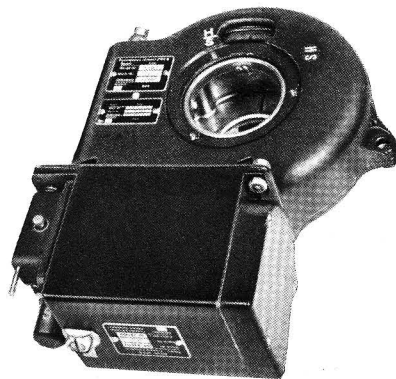

Abb. 15 Rahmendrehlagerung PRD 6 mit APR 6
37. Die **Rahmendrehlagerung PRD 6** (vgl. Abb. 15) ist durch vier Schrauben mit dem Peilrahmenoberteil verbunden. Sie enthält außer einem Schneckenradantrieb mit Skala auch das